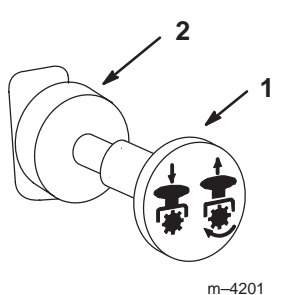

Bild 16
- Schieben Sie den Zapfwellenantriebshebel auf „Aus“ (Bild 16).